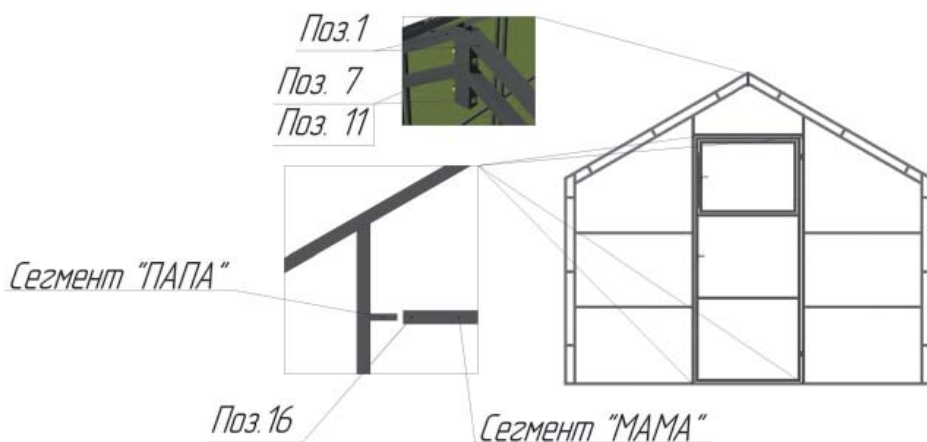

Рисунок 2 – Сборка торцов
2. Сборка торцов. Совместить части торцов между собой (рис.2). Зафиксировать совмещенные элементы саморезами **Поз.16** и с помощью болтового соединения (**Поз. 7,11**; **рис. 2**)